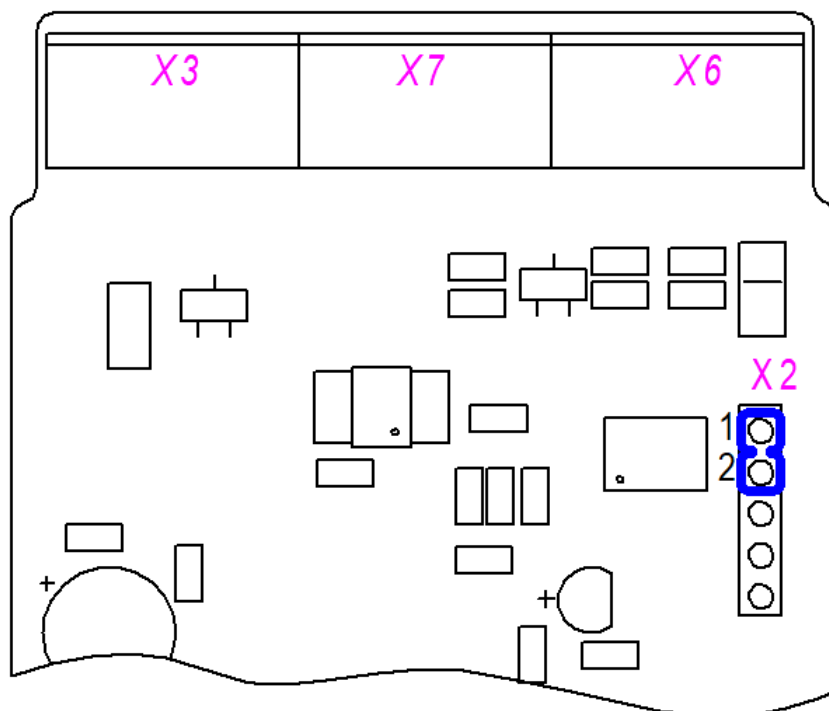

Рисунок 4 – Установка перемычки на разьеме X2
- получив доступ к плате Устройства, необходимо замкнуть контакты 1 и 2 сверху разъема X2 (рис. 4) с помощью джампера (входит в комплект поставки, расположен на контакте 1 разъема X2);